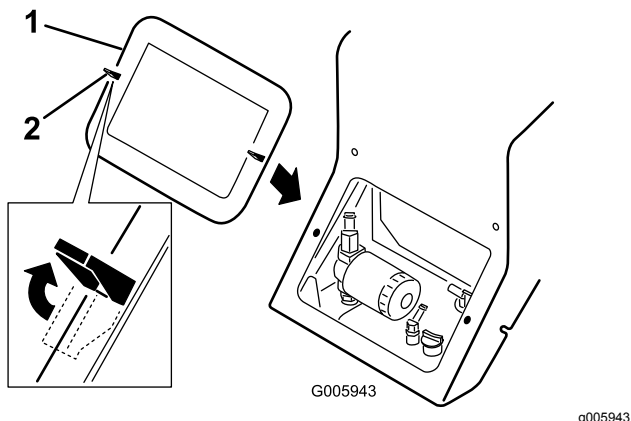

Figure 24
4. Desserrez les 2 languettes de blocage (Figure 24), languette supérieure gauche illustrée).